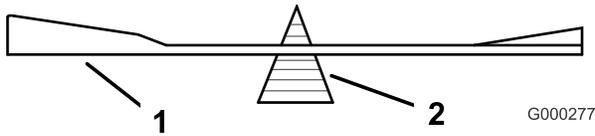

Bild 81
- Prüfen Sie die Auswuchtung des Schnittmessers auf einer Ausgleichsmaschine (Bild 81).